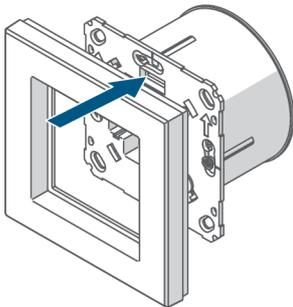

Figure 6
- Maintenez la touche système enfoncée pendant 4 s (*Fig. 6*).